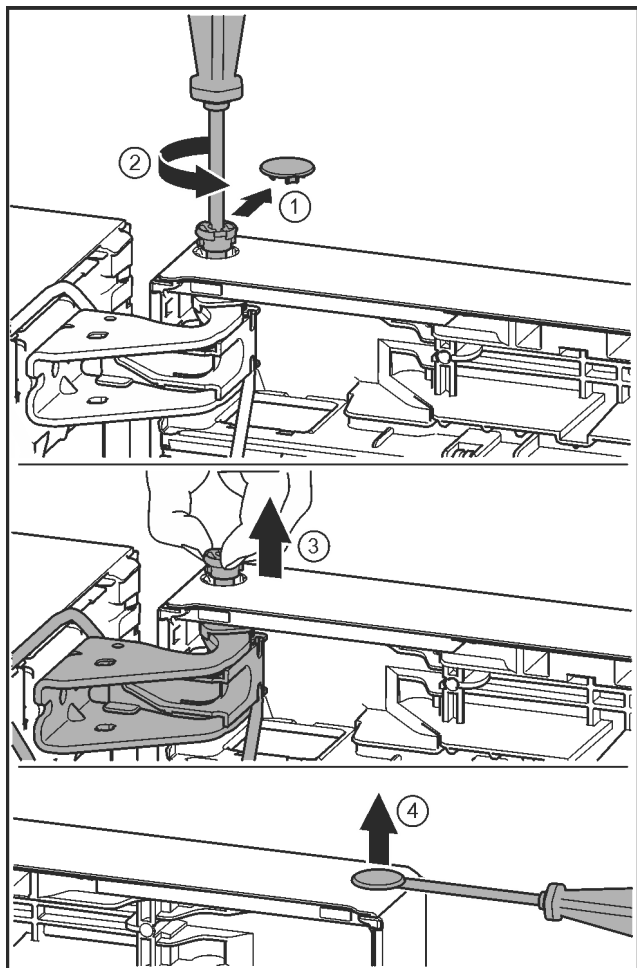

Fig. 26
- ▶ Обережно зніміть запобіжну кришку. Fig. 26 (1)
- ▶ Трохи викрутіть гвинт за допомогою викрутки T15. Fig. 26 (2)
- ▶ Притримуйте дверцята і витягніть палець руками. Fig. 26 (3)
- ▶ За допомогою шлицевої викрутки обережно підійміть пробку із опорного втулка дверцят та витягніть її. Fig. 26 (4)